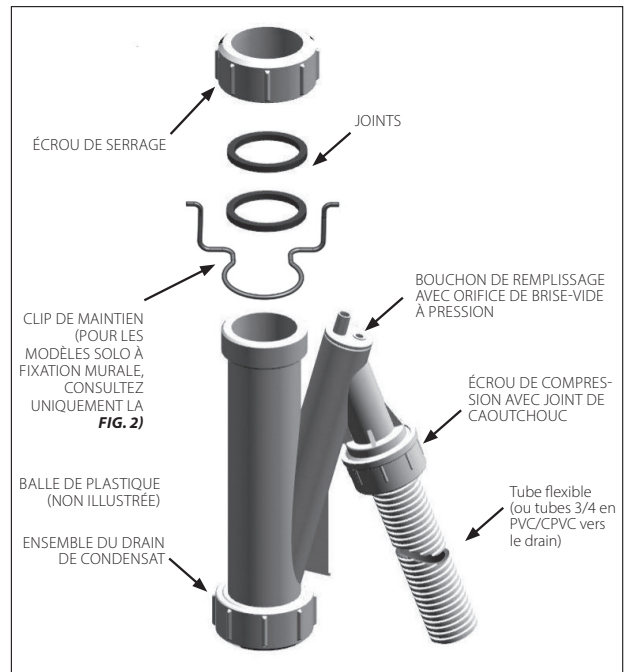
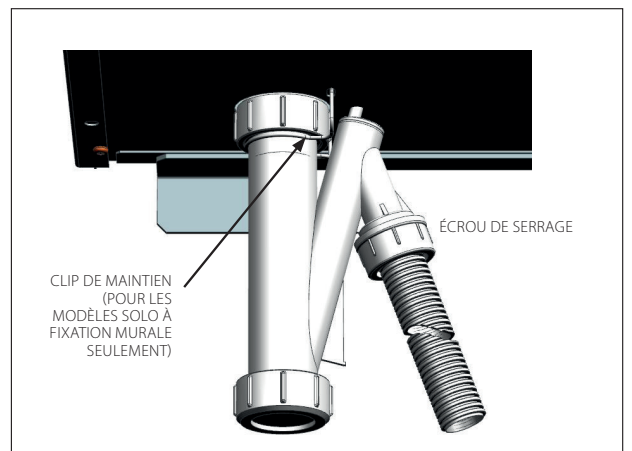

Fig. 1 - Ensemble du drain de condensat
Fig. 2 - Clip de maintien des condensats - (Modèles Solo à fixation murale seulement)
1. Veillez à ce que l'ensemble de drain de condensat soit fermement fixé au bas de l'unité. Voir la Fig. 1 à droite. Assurez-vous que le clip de retenue est bien fixé. Voir la Fig. 2 (modèles Solo seulement).